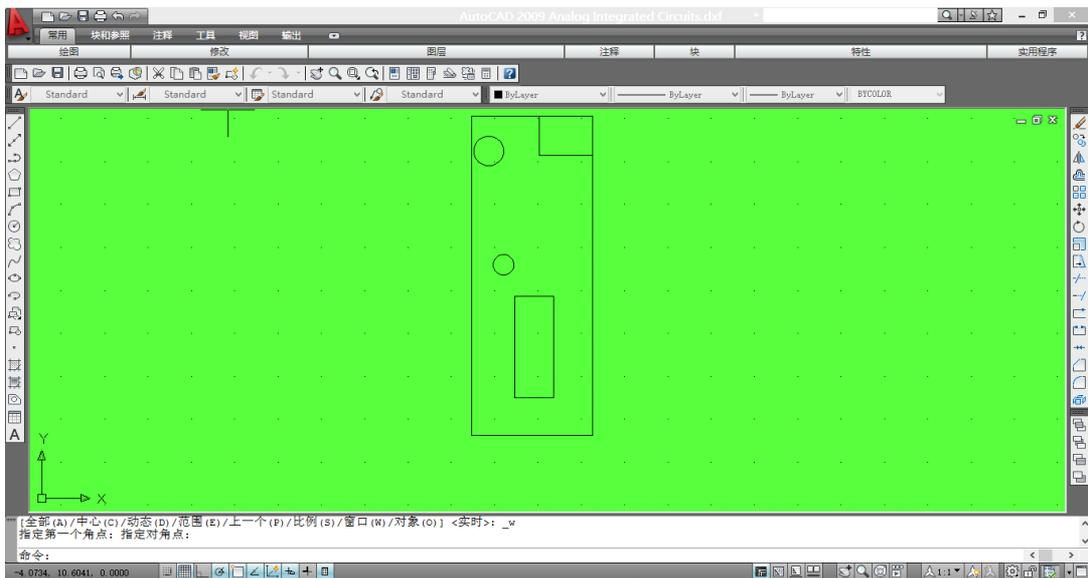

图 6-50 CAD 文档
(1) 用 AutoCAD 打开一个要转换的 CAD 文档,如图 6-50 所示。
(2) 删除与板框无关的信息,如文字说明和阴影图等。
(3) 单击窗口上方工具栏中的窗口缩放图标按钮,然后单击鼠标左键,选中想要缩放的部分,再次单击鼠标左键,即可将图形放大到适合窗口的大小,达到如图 6-50 所示的效果即可。